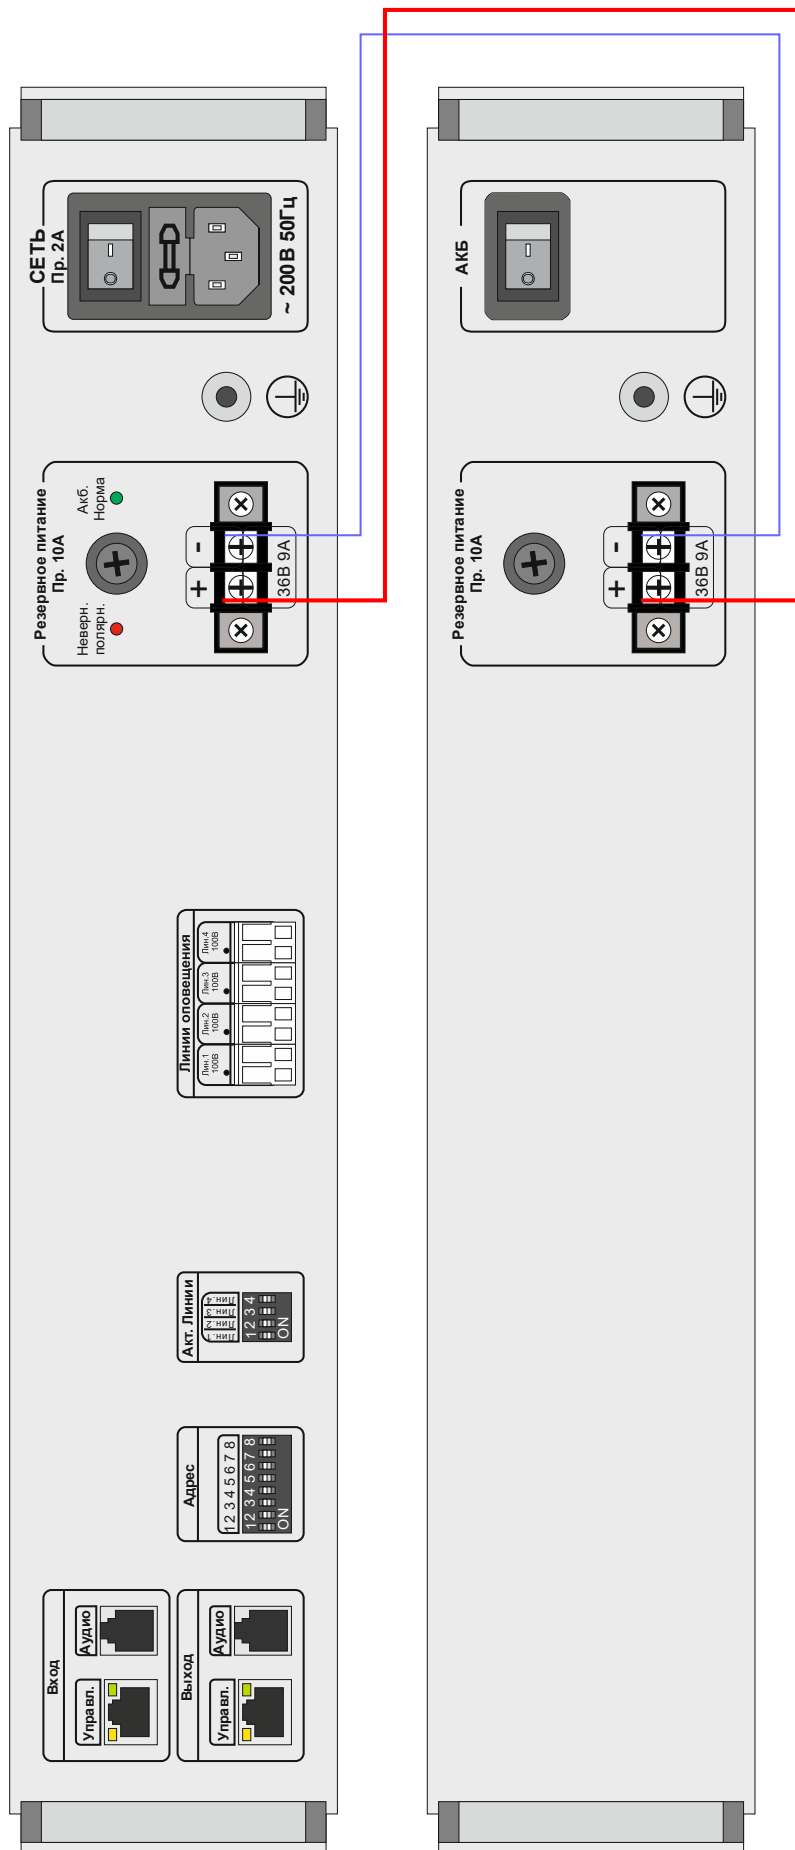

Рис. 2.8 Подключение к устройству BRP-36/07 или BRP-36/14
2.3.2.6 Производят подключение к *устройству* следующих внешних цепей (см. Рис. 1.1, Рис. 2.8, а также "ПРИЛОЖЕНИЕ Б. ПРИМЕР ПРИМЕНЕНИЯ УСТРОЙСТВА"):
- цепей резервного электропитания (при использовании блока БРП-36/07 (БРП-36/14) руководствоваться схемой на Рис. 2.8).